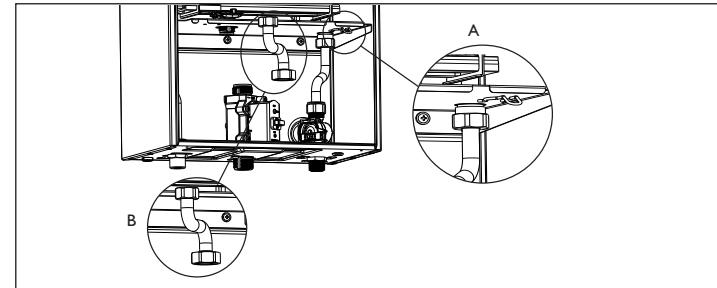

Fig. 12 - Smontaggio componenti
- Sfilare la molletta posizionata sulla rampa acqua fredda (particolare A fig. 12)
- Scollegare la rampa del gas e sfilarla (particolare B fig. 12)